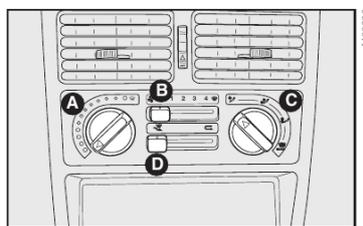

fig. 31
### COMANDOS - fig. 31 e 32
1) Seletor para a temperatura do ar **A-fig. 31** totalmente posicionado à esquerda.
2) Seletor do ventilador **B-fig. 31** posicionado na velocidade máxima.
Com o cursor **D-fig. 31** na posição é ativada somente a circulação do ar interno.